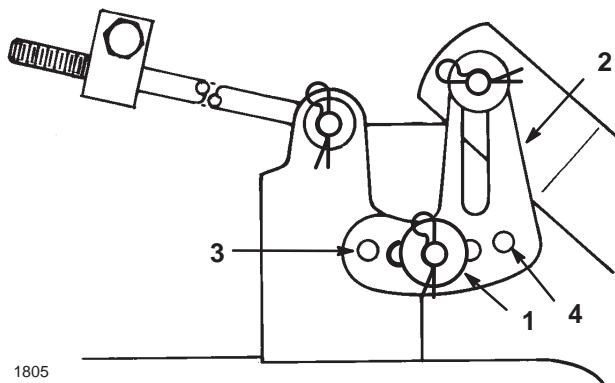

Figure 12
- 4.** Enlevez la goupille fendue et la rondelle de l'une des pattes de mise à niveau (Fig. 12). Pour mettre les lames de niveau, fixez la patte de mise à niveau dans un autre trou à l'aide de la rondelle et de la goupille fendue (Fig. 12). Utilisez un trou plus en avant pour réduire la hauteur de la lame, ou un trou plus en arrière pour l'augmenter. Réglez les deux côtés selon les besoins.